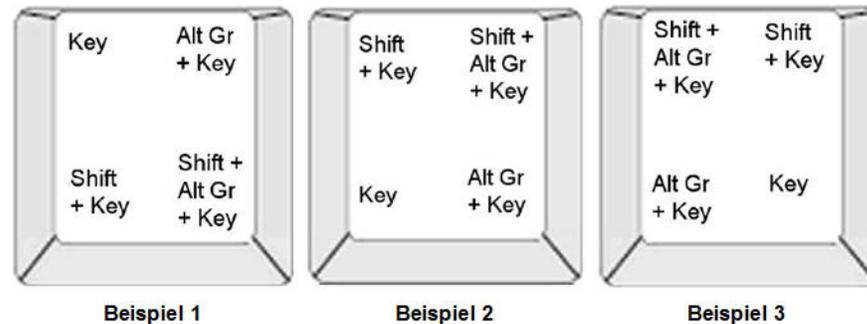

Abbildung 6 • Tastenkombinationen
Tastencaps zeigen Zeichen in einer von vier Positionen an (siehe Abbildung 6). Die Zeichenposition auf der physikalischen Taste zeigt an, wie die Zeichen mit der <Shift>- und <Alt Gr>-Taste aufgerufen werden können.
In Abbildung 6, Beispiel 1, wird dargestellt, wie man im Normalbetrieb auf Zeichen zugreift (Feststelltaste und Alt Gr-Tasten sind nicht aktiviert). Beispiel 2 zeigt, wie man mithilfe der Feststelltaste auf Zeichen zugreift. In Beispiel 3 ist dargestellt, wie man mithilfe der Alt Gr-Taste auf Zeichen zugreift.
2. Geben Sie die entsprechende Tastenkombination ein (siehe *Abbildung 6*). In der Tabelle sind Beispiele für Tastenkombinationen aufgeführt.